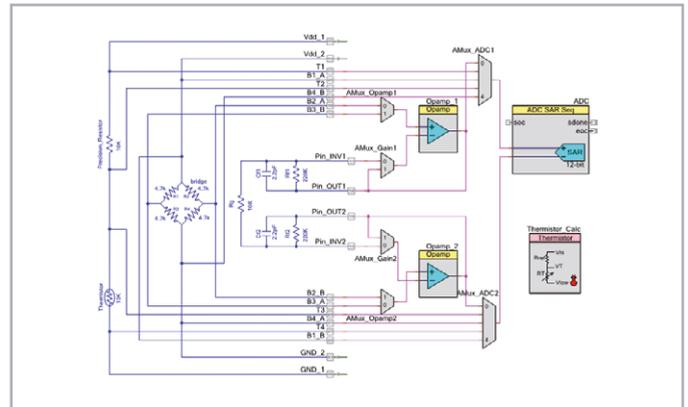
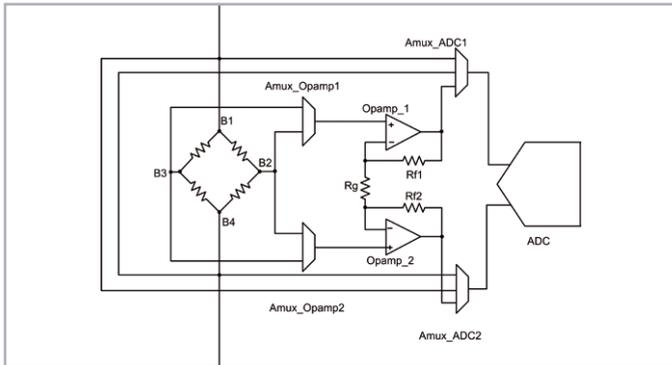

Bild 3. Eine Schaltung, die CDS-Technik für die differentielle Brücken- und unipolare Temperaturmessung verwendet.
Bild 4. Schaltungssteil mit der Brücken-Messung aus Bild 3.
In **Bild 3** ist demonstriert, wie man so ein Prinzip in die Praxis umsetzen kann. Basis ist der schon erwähnte PSoC 4200, der über die nötige analoge Hardware verfügt. Solche Chips unterscheiden sich noch einmal deutlich von konventionellen Mixed-Signal-Mikrocontrollern, da sie über komplexere und bessere Routing- und Umschaltmöglichkeiten für die analogen Signale verfügen. Diese Fähigkeiten werden in der Schaltung von Bild 3 nutzbringend eingesetzt. Zunächst zu dem Schaltungsteil, der den Ausgang der Messbrücke verarbeitet. Analoge Multiplexer (AMux\_XXX) wählen Signale für die AD-Wandlung aus. Ein Opamp-Paar bildet einen Differenzverstärker, dessen Verstärkung zwischen niedrig ( $\times 1$  für Diagnostikzwecke) und
**Bild 4** zeigt eine vereinfachte Version des Messbrückenteils der Schaltung von Bild 3. Die relative Dehnung entspricht dem Verhältnis der Ausgangsspannung der Brücke zu ihrer Versorgung. Daher müssen für die Berechnung der relativen Dehnung die Spannungen B1-B4 und B2-B3 erfasst werden. Für CDS müssen diese Spannungen doppelt mit Polaritäts-umkehr gemessen werden. Der ADC misst dabei die Versorgungsspannung in Form von B1-B4 und B4-B1 direkt. Die Brückenausgangsspannungen B2-B3 und B3-B2 werden erst nach dem Differenzverstärker digitalisiert. Die Firmware berechnet dann aus diesen Werten die genaue relative Dehnung nach der Formel:
Als Beispiel dient eine (längere) WAVE-Datei eines Musikstücks. Gesucht sind die Amplituden der Frequenzen zu einem bestimmten, ab dem Zeitpunkt  $t$  beginnenden Zeitabschnitt  $\Delta t$ . Hierzu werden ab dem Zeitpunkt  $t$  beispielsweise 1.024 Samples in das Array `samp_buf` kopiert (siehe **Bild 3**). Der hierfür erforderliche Code ist nicht im obigen Beispiel enthalten.